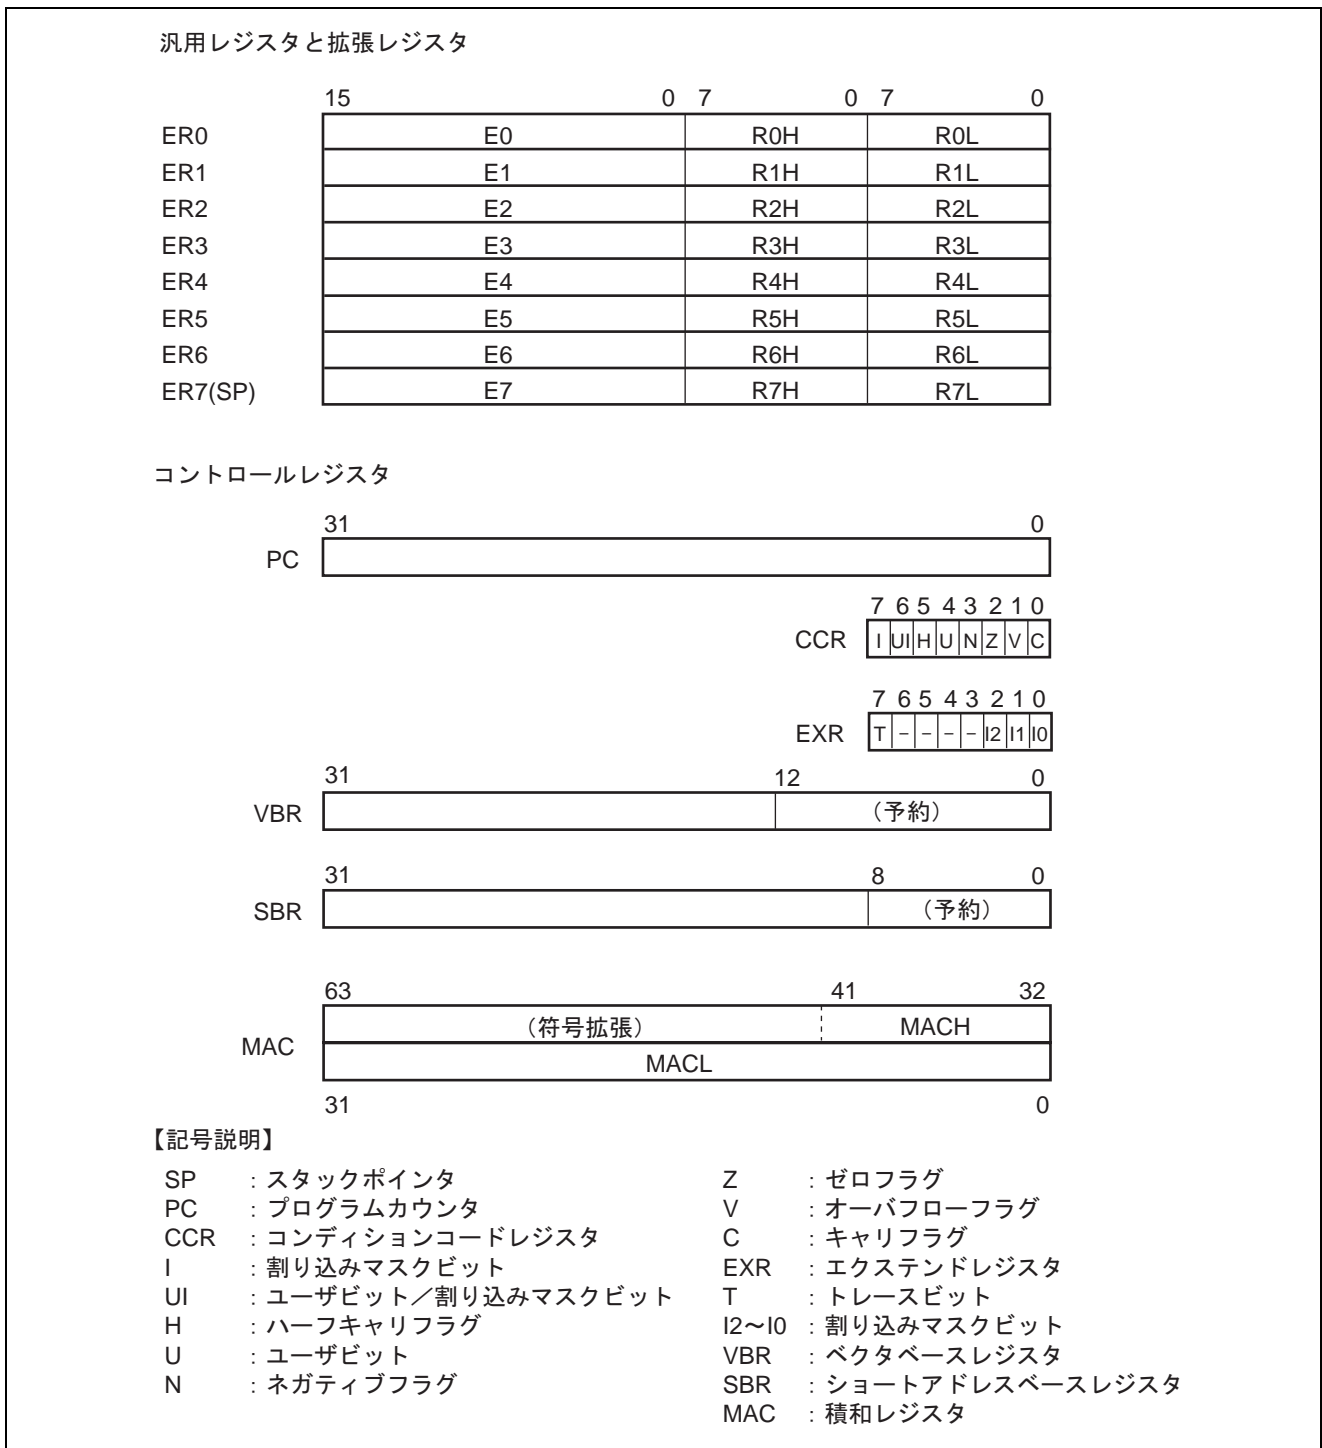

図 2.9 CPU 内部レジスタ構成
H8SX CPU の内部レジスタ構成を図 2.9 に示します。これらのレジスタは、汎用レジスタとコントロールレジスタの 2 つに分類することができます。コントロールレジスタには、32 ビットのプログラムカウンタ (PC)、8 ビットのエクステンドレジスタ (EXR)、8 ビットのコンディションコードレジスタ (CCR)、32 ビットのベクタベースレジスタ (VBR)、32 ビットのショートアドレスベースレジスタ (SBR)、および 64 ビットの積和レジスタ (MAC) があります。